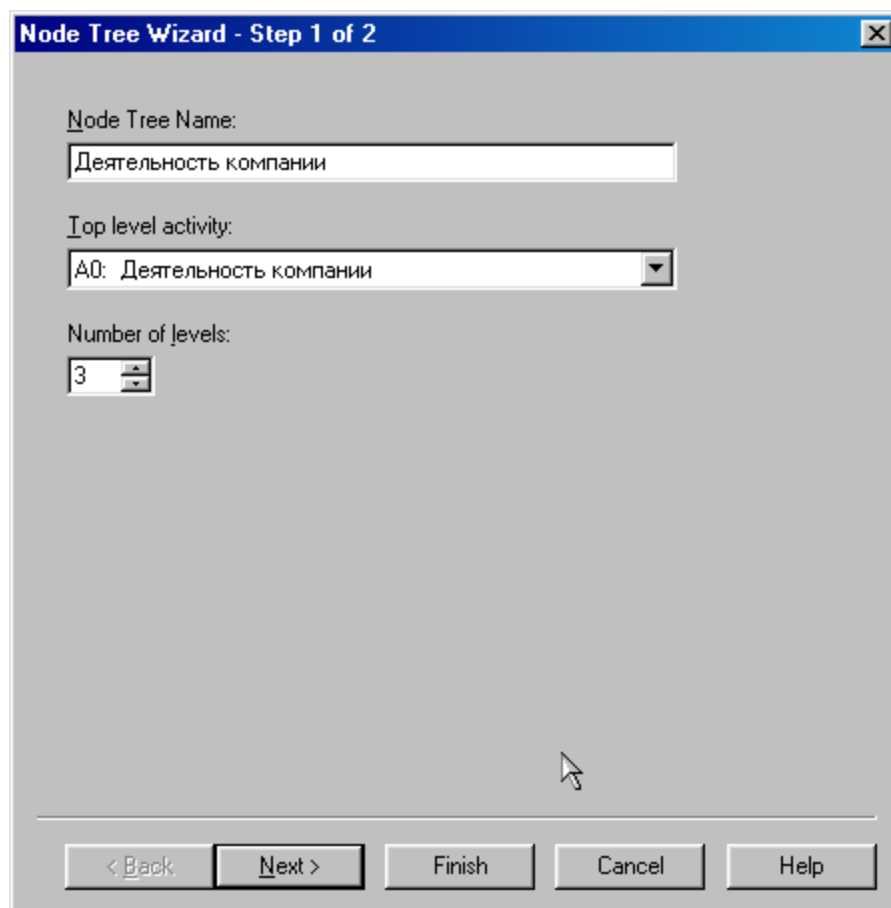

Рисунок 4.2 – Первое диалоговое окно гида **Node Tree Wizard**
- 2 В первом диалоговом окне гйда **Node Tree Wizard** внесите имя диаграммы, укажите диаграмму корня дерева и количество уровней (рисунок 4.2).